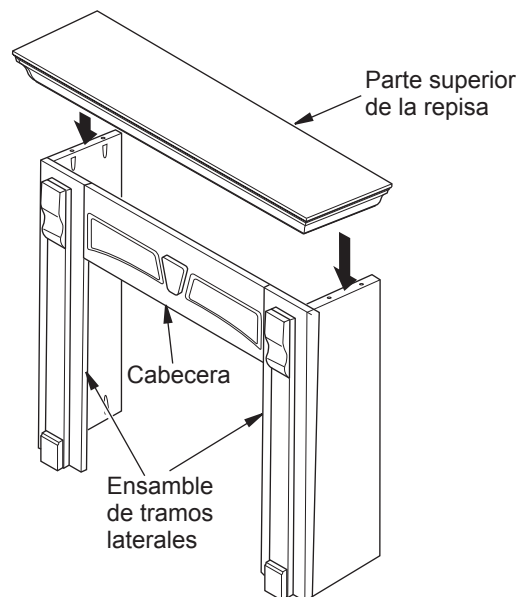

Figura 7 - Colocación de la parte superior de la repisa sobre el ensamble de la repisa para chimenea
1. Coloque la parte superior sobre la repisa (consulte la figura 7). La parte trasera de los tramos debe estar alineada con la parte posterior de la parte superior de la repisa, y estar centrada entre los lados izquierdo y derecho (consulte la figura 7).